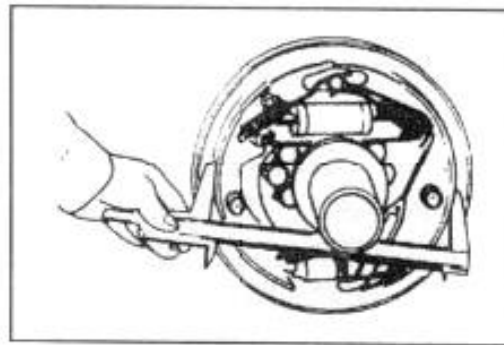

Рис. 6-22
(9) Установите регулятор, пружину регулятора, верхний стержень и возвратную пружину для верхнего стержня (рис. 6-22).